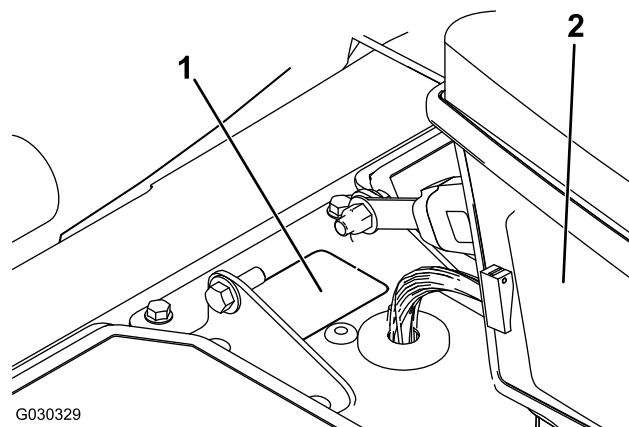

Рисунок 6
1. Удалите выбивную заглушку позади пульта управления (Рисунок 6).